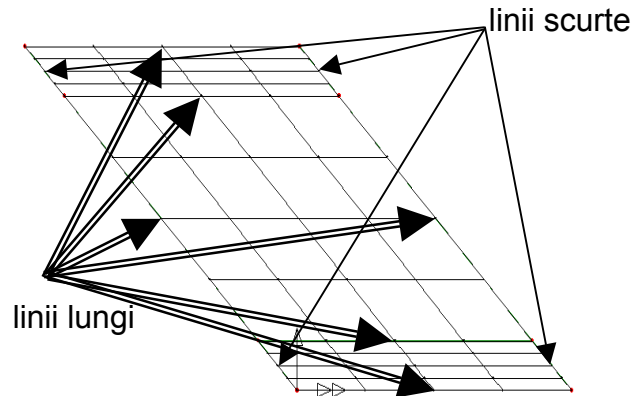

Fig. 11
Pe ecran vor fi afișate cele trei suprafețe modelate cu elementele finite de placă groasă. Numărul de elemente finite rezultat este în concordanță cu împărțirea automată a liniilor în 4 diviziuni egale (fig. 11).
- se selectează laturile scurte (fig. 11) prin click cu mouse-ul și tasta **Shift**